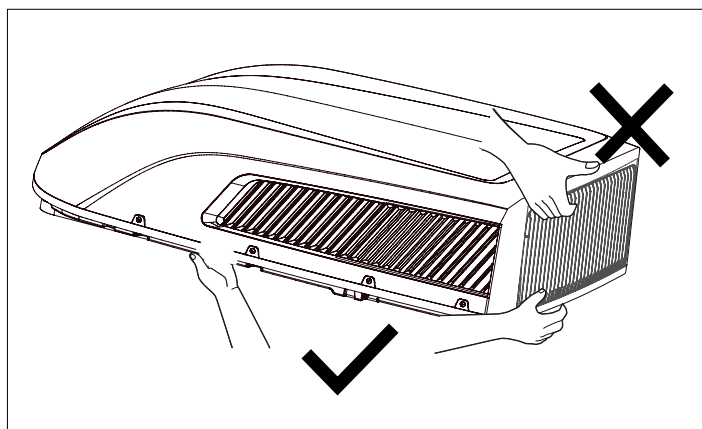

Figura 4-1
1) Quando si toglie l'unità esterna dall'imballaggio, non sollevarla per la griglia di uscita dell'aria sulla parte posteriore dell'alloggiamento dell'unità esterna. (vedere Figura 4-1).